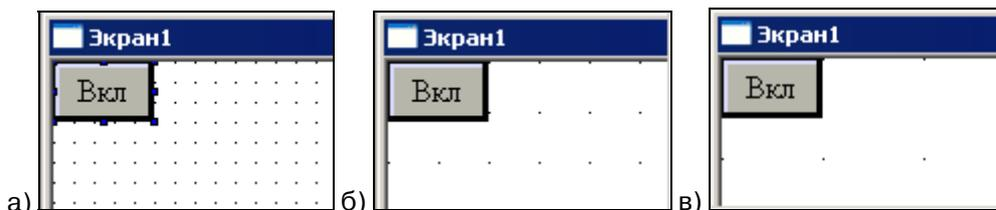

Рисунок 17. Отображение экрана проекта с разным шагом маркеров
- Величина расстояния между маркерами, отображаемыми «Размер отображения». Задается в условных единицах в диапазоне от 2 до 50. Позволяет изменить шаг направляющих, отображаемых в окне проекта (см. рис. 17, а, б, в).